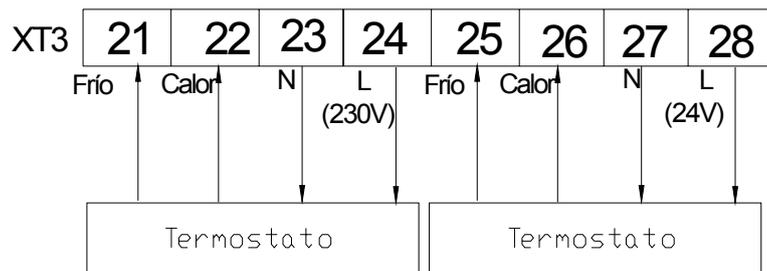

Fig .1
- iii. Si el termostato es Frío/Calor, conecte los cable como se muestra en la Fig 1.